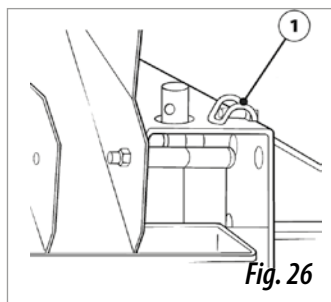

Fig. 26
1. Scoateți discul de distribuție stânga (în sensul de mers) prin eliberarea pinului înel (1, Fig. 26) care este dispus în partea de jos.